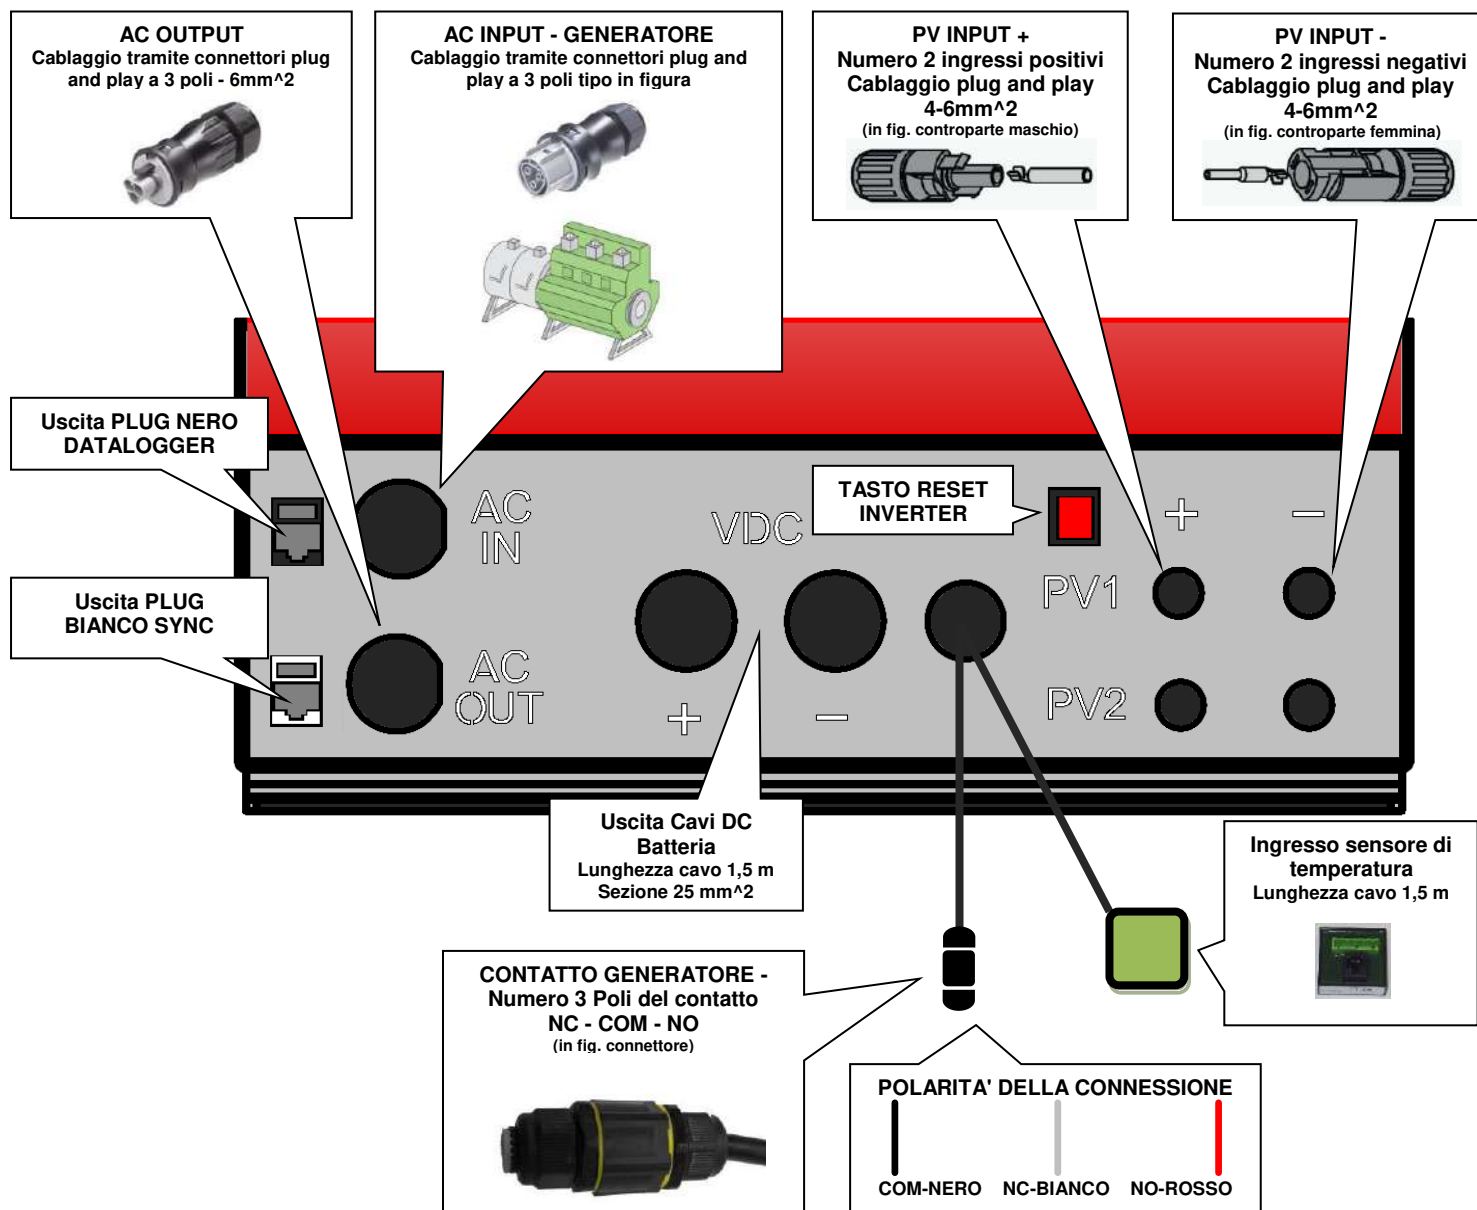

Fig.12 Cablaggio
**ATTENZIONE:** in caso di **BLOCCO** dell'inverter, nessuna tensione di alimentazione sull'uscita **AC-OUT**, causa una delle tre condizioni di anomalia indicate in Tab.4, è necessario un **RIAVVIO** dell'apparecchio, attraverso la pressione del tasto di **RESET** presente alla base dell'apparecchio (Fig. 12).
Appena realizzati i collegamenti come in *Fig.12* è necessario procedere avviamento e collaudo del sistema: